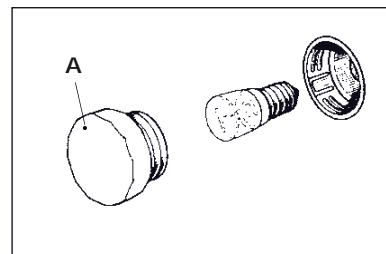

Abb. 7
Die im Inneren des Ofens herausragende Schutzkappe (A - Abb. 7) abschrauben. Nach dem Austausch des Leuchtmittels Schutzkappe (A) wieder anbringen.